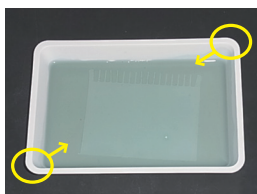
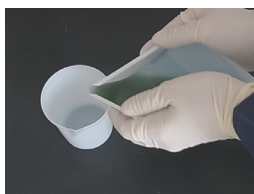

図 1. 対角に折り曲げます。
図 2. 少し折り曲げ、トレイ内の液を少量除去します。
3. 本製品の対角線に沿って角を合わせるように、本製品を折り曲げます(図 1、図 2)。